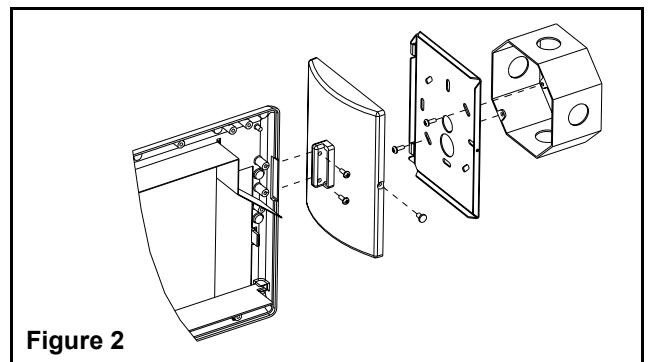

Figure 2
- a. Détacher la plaque de fixation du pavillon, en conservant la vis de fixation (voir fig. 2).